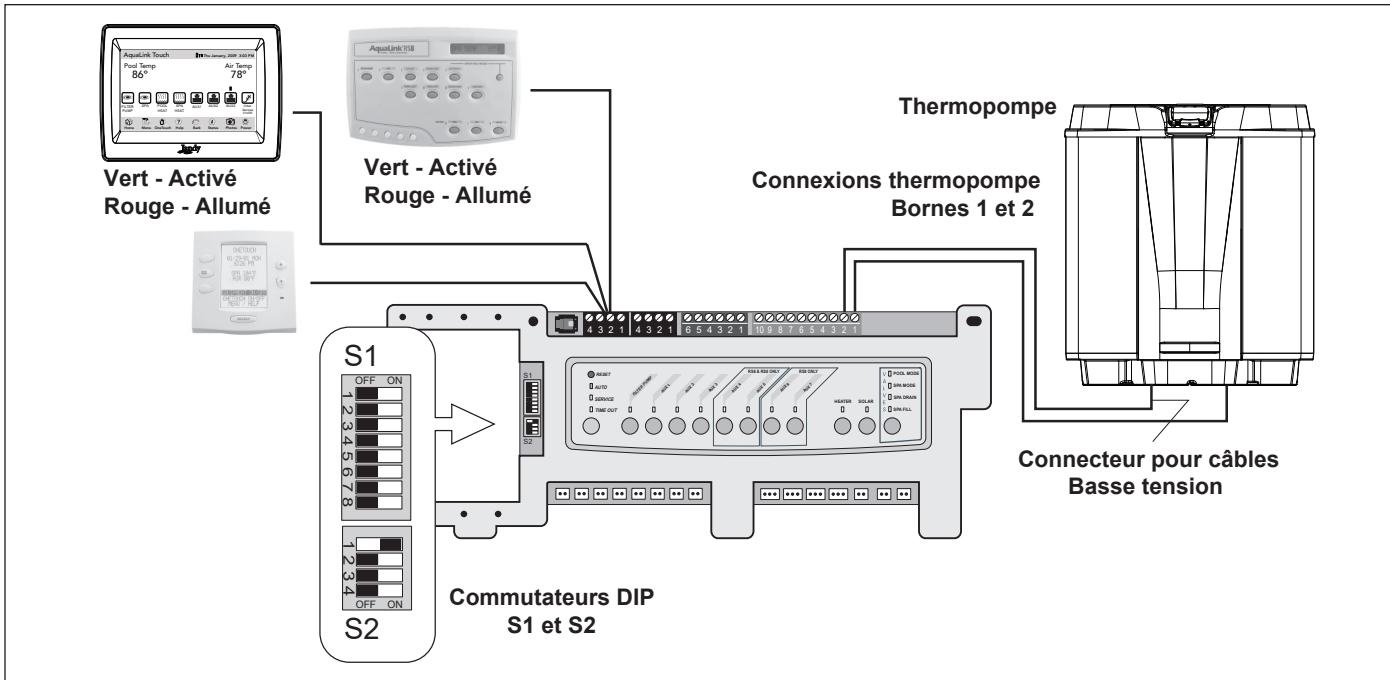

Figure 11. AquaLink RS à thermopompe Jandy JRT - connexion T-Stat (2 fils)
2. Connecter les deux (2) fils aux bornes 1 et 2 à 10 broches vertes du Aqualink RS.
3. Mettre DIP S2-1 (broche n° 1 du commutateur DIP à 4 positions) sur la position ON (activée) (voir la Figure 11).